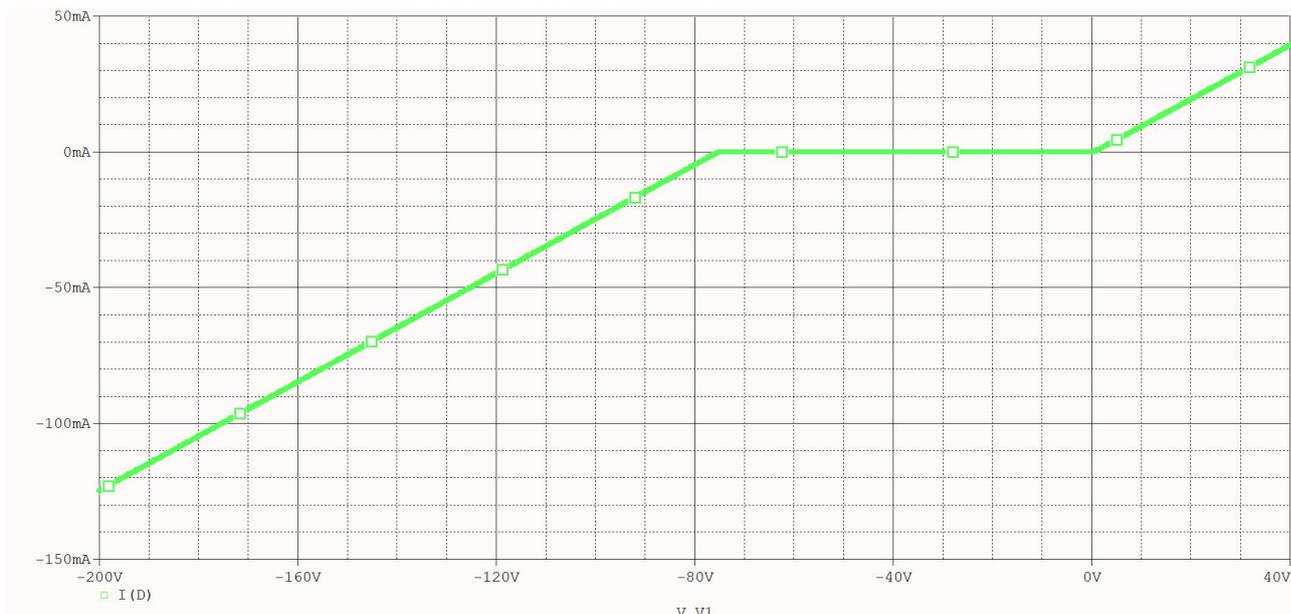

图 5.3 I (D) 与电压源 Vs 之间的关系
①在 Probe 程序中显示 I (D) 曲线，结果如图 5.3 显示。